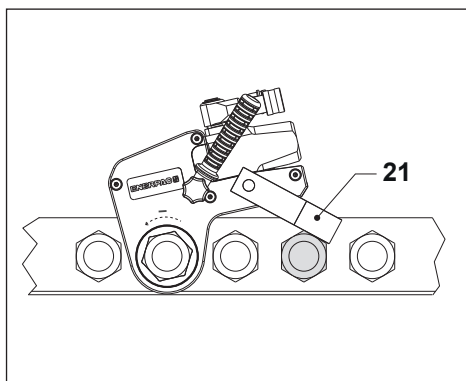

Fig. 14
4.3.5 Utilizzo della barretta di reazione (Fig. 14)
- Posizionare la barretta di reazione della serie WRP (21) contro un punto di reazione adatto. Il punto di reazione contrasterà la forza prodotta dall'attrezzo in funzione.
Fare riferimento alle Fig. 14 e 17